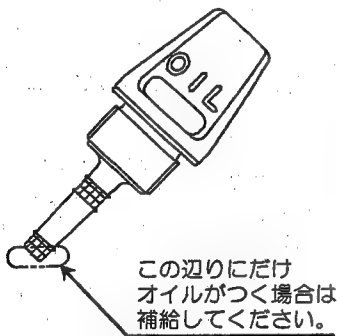
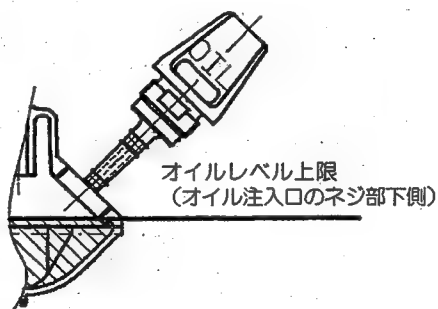

図1
図2
- エンジンを水平にし、オイルゲージをはずしゲージの上限・下限マークの範囲内でオイルがあるか点検してください。不足している場合（特に、オイルゲージをクランクケースに差し込んだ状態（ねじ込みしない）で、ゲージの先にはかオイルがつかない場合（図1））は、新しいオイルを図2の位置まで補給してください。
(1) エンジンを水平にし、オイルゲージをはずしてください。
(2) オイルを注入口の口元まで補給してください。（図2）